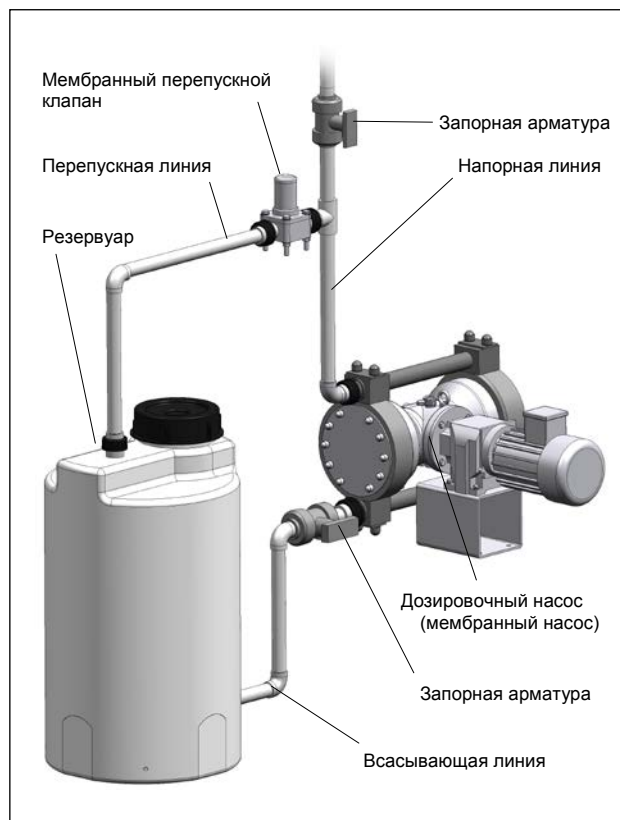

Рис. 17 Монтаж с перепускным клапаном
- установить перепускной клапан (рис. 17)